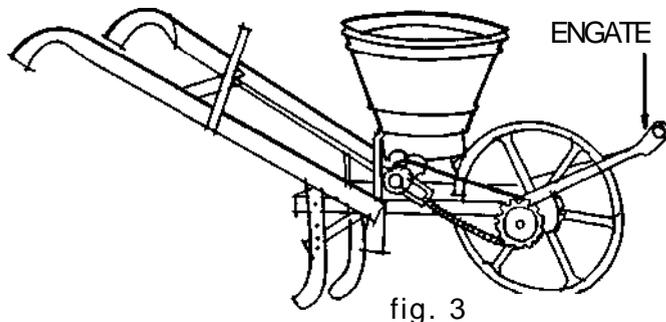

fig. 3
- a) Engate o animal a adubadeira (fig. 3).